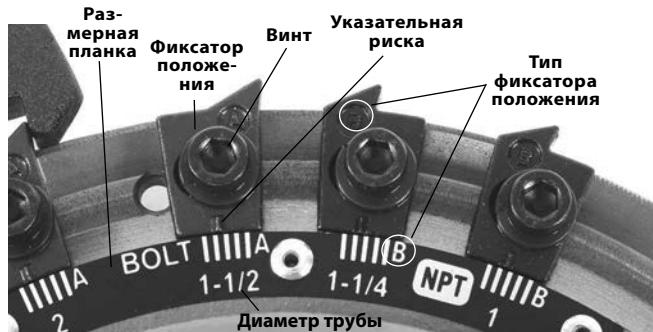

Рис. 15 – Настройка размера резьбы
- Обязательно проверьте, что тип фиксатора положения совпадает (Рис. 15).